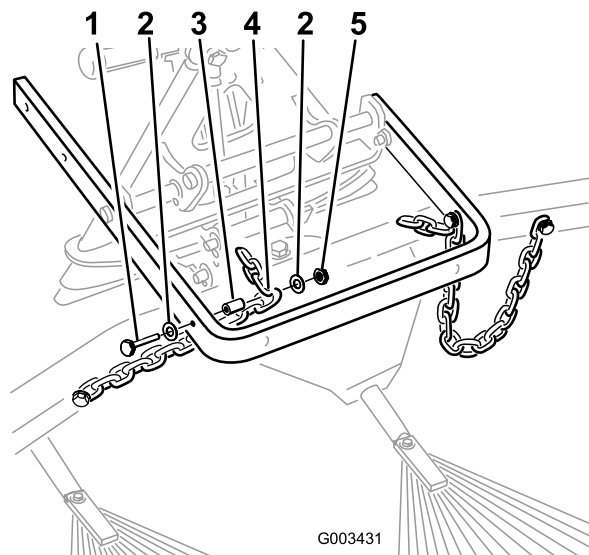

Figura 10
8. Prenda a terceira ligação de cada corrente à parte exterior do braço de elevação (Figura 10) utilizando um parafuso (¾ pol. x 2½ pol.), duas anilhas (¾ pol. x 7/8 pol.), um espaçador e uma porca de bloqueio (¾ pol.).